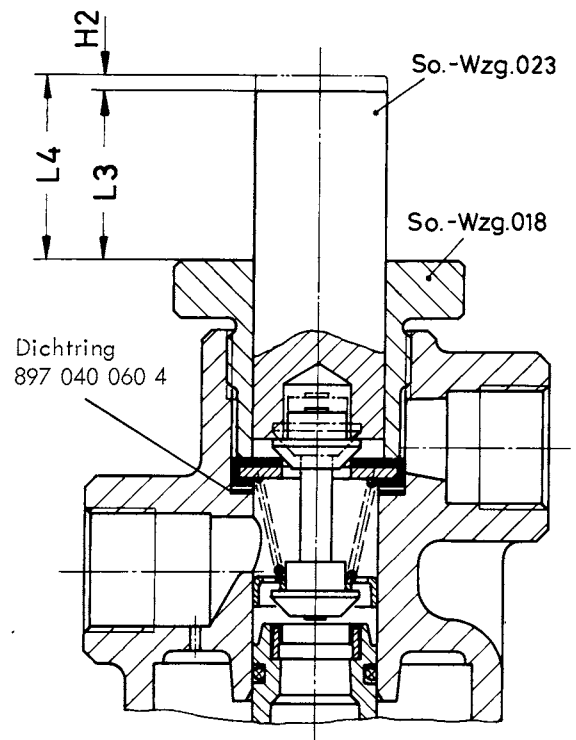

Abb. 5
- c) Mit der Tiefenlehre das Maß L3 bei entspanntem Betätigungshebel messen. (siehe Abb. 5)
- d) Bremsventil über die Kreuzgriffschraube der Spannvorrichtung bis zum Anschlag betätigen und das Maß L4 messen. (siehe Abb. 5)